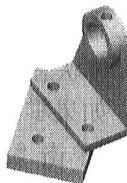

图 1-11 同轴心配合零件
(7) 单击“预览”，零件 1 和零件 2 处于所选孔同轴心，零件 2 的位置发生了改变。配合正确（如图 1-11 所示），单击确认应用按钮 $\text{C}$ 。